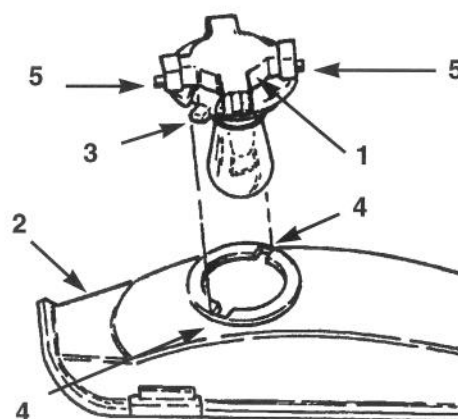

Figure 18
3. Tourner le porte-ampoule d' $1/4$  de tour dans le sens horaire et le déposer du réflecteur (Fig. 18).
2. Le porte-ampoule est muni de deux languettes (Fig. 18). Aligner les deux languettes avec les encoches du réflecteur, installer le porte-ampoule dans le réflecteur et lui donner  $1/4$  de tour dans le sens horaire jusqu'à ce qu'il s'arrête.